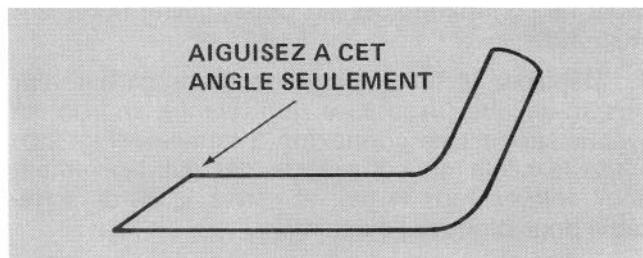

Figure 27
4. A l'aide d'une lime, aiguisez le taillant aux deux extrémités de la lame (Fig. 27).
AVIS IMPORTANT: Aiguisez le côté supérieur de la lame et maintenez l'angle de coupe d'origine pour assurer un taillant bien tranchant (Fig. 27). La lame restera équilibrée si vous enlevez la même quantité de métal aux deux extrémités de la lame.